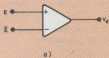

Fig. 1
Os operacionais são, na verdade, amplificadores diferenciais, cuja função é amplificar a diferença de tensão entre duas entradas — sendo uma inversora (E) e outra não inversora (E) — apresentando na saída essa tensão diferencial ( $V_d$ ), multiplicada pelo ganho do amplificador (A). Portanto, através dessa definição (e da fig. 1) podemos concluir: